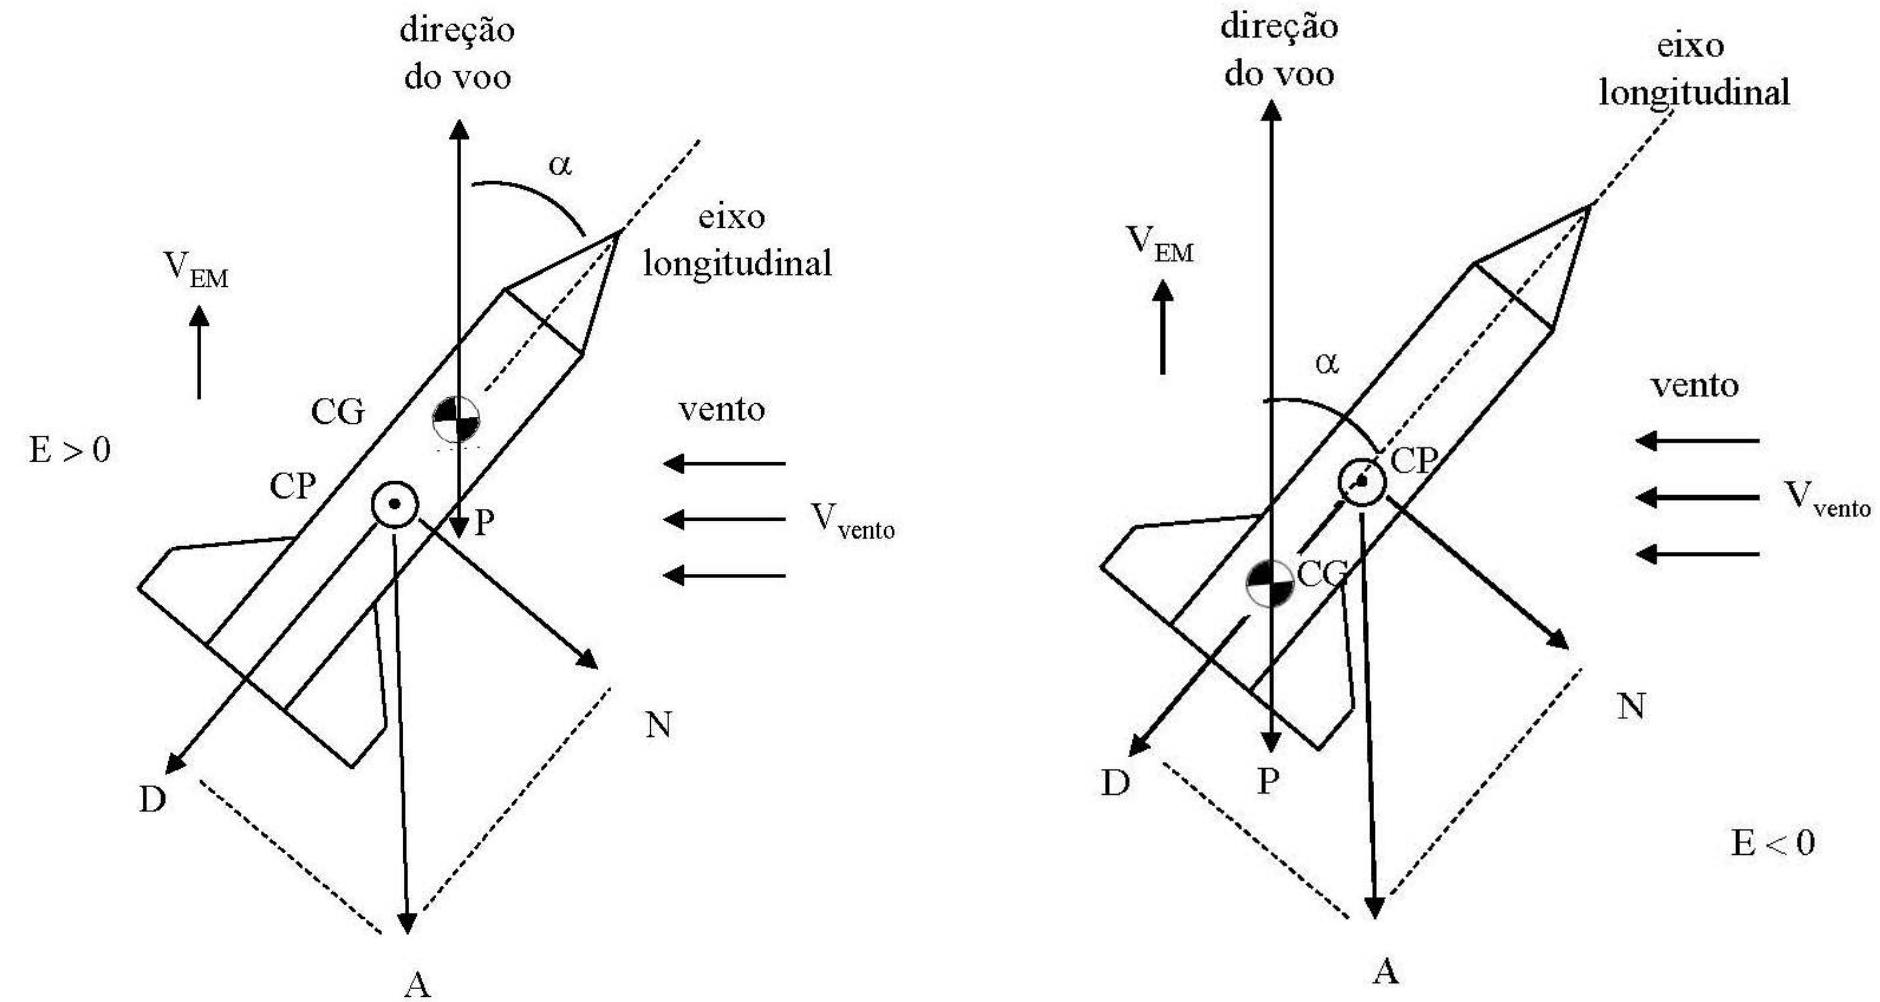

Figura 3.5. Foguetemodelo em voo balístico estável (esquerda) e instável (direita).
α = ângulo de ataque do foguetemodelo [radiano] (será mostrado na Figura 3.5)
A Figura 3.5 do lado esquerdo ilustra um voo balístico (sem propulsão) na vertical, com vento lateral, para o caso em que a velocidade do foguetemodelo (V_{EM}) é maior do que a do vento (V_{vento}) e $E > 0$. Para essa situação, N faz α diminuir, tendendo a zero, e mantendo a direção do voo. Mas para o caso da Figura 3.5 do lado direito em que $E < 0$, N faz α aumentar cada vez mais, levando ao descontrole (instabilidade) do voo e aumentando muito a força aerodinâmica (A).
Existem métodos sofisticados para calcular o CP de foguetes. O método mais usado com minifoguetes é o método de Barrowman. Ele permite calcular o CP de forma fácil e aplica-se a minifoguetes com variações de diâmetro do tubo-foguete, vários estágios e conjuntos de empennas, e $\alpha < 10^\circ$. Aqui será mostrado o cálculo para um minifoguete como o da Figura 3.5 composto por nariz, tubo-foguete e empennas.